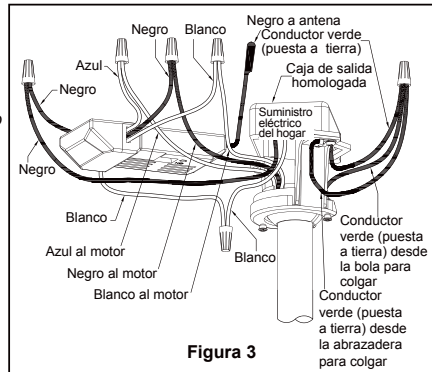

Figura 3
- ☐ 2. Conecte los conductores verdes de la abrazadera para colgar y la varilla al conductor desnudo (a tierra) con el conector de cables. Conecte el conductor negro de la unidad receptora marcado "AC IN L" al conductor negro de alimentación con el conector de cables. Conecte el conductor blanco de la unidad receptora marcado "TO MOTOR N" al conductor blanco de alimentación con el conector de cables. Conecte el conductor negro de la unidad receptora marcado "TO MOTOR L" al conductor negro del ventilador con el conector de cables que se adjunta con la unidad receptora. Finalmente, conecte el conductor azul de la unidad receptora al conductor azul de la iluminación del ventilador con el conector de cables que se adjunta con la unidad receptora. (Figura 3)